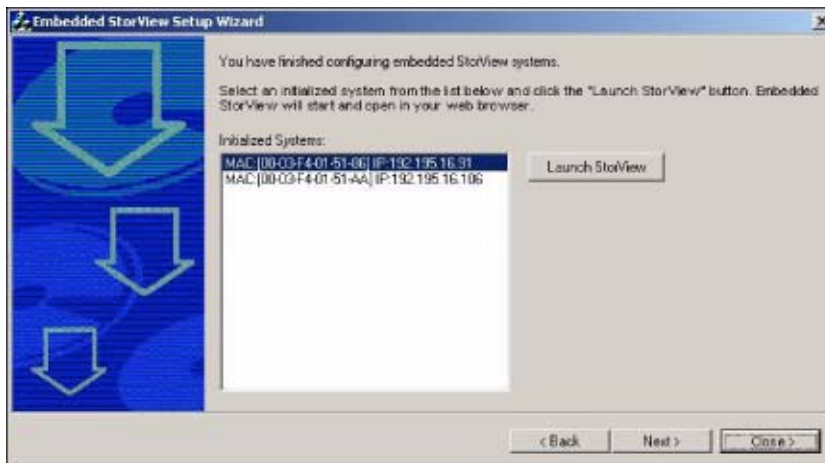

図4-6 StorViewのセットアップウィザード - Initialized Systems 画面
6. 初期化されていないシステムの構成が完了し、[Configure] ボタンを押下したら、すべてのシステムが構成されていることを示すポップアップメッセージが表示されます。その後、初期化されていないシステムを再スキャンし、何も検出されない場合は、“Initialized Systems”画面（図4-6参照）が表示されます。